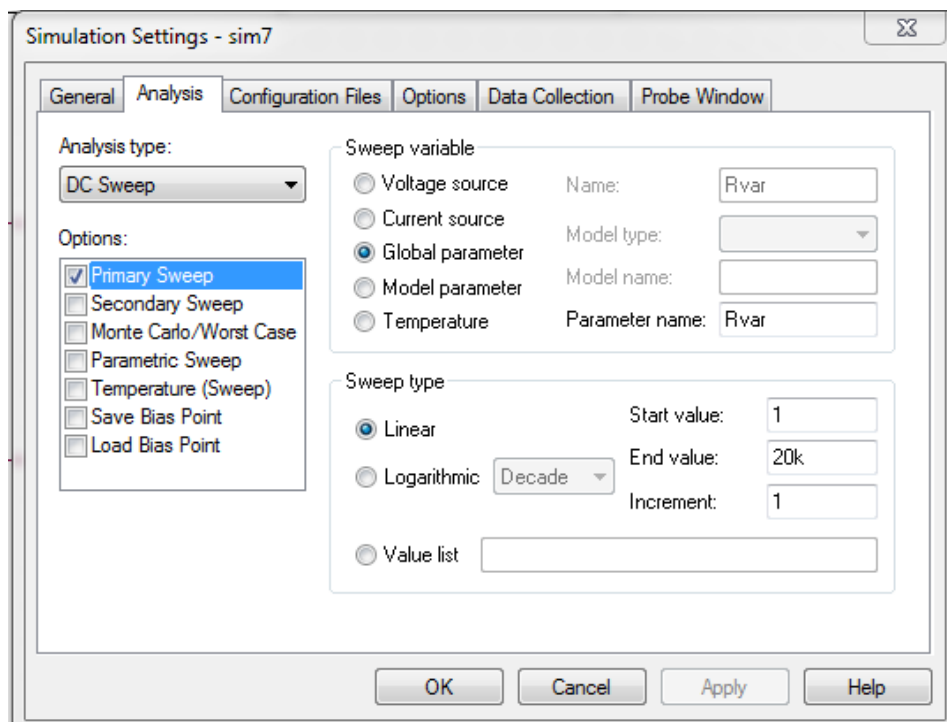

Рисунок 6.45 – Вікно *Simulation Settings* з налаштуванням *Global parameter*
55. Відкрийте вікно *DC Sweep*. Орієнтуючись на рис. 6.45, проведіть необхідні налаштування: як змінюваний параметр використовуватиметься значення опору $Rvar$ від 1 до 20 (кОм) з кроком в 1 (Ом). Підтвердьте усі налаштування, натиснувши на кнопку *OK*.